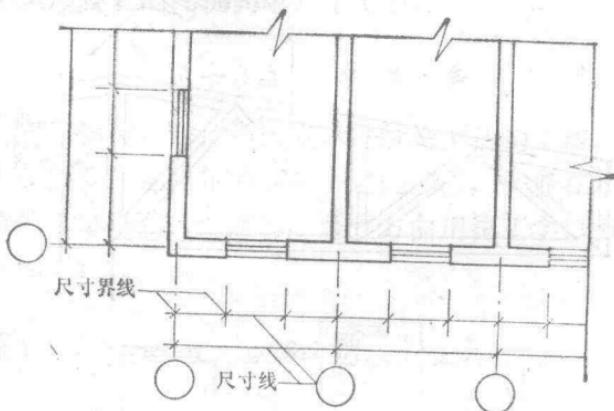

图 1-4
3. 尺寸线 尺寸线是表示各部位的实际尺寸的线。是由横线、竖线。(有的就是轴线) 和短斜线(成 45° 角)所组成。竖线表示界限，横线表示间距，短斜线表示起止点。如图1-4。